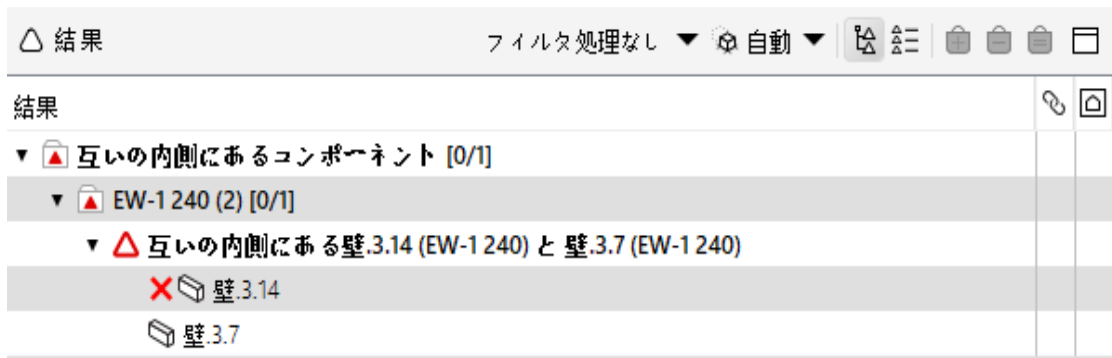

図 66. 案件、干渉のチェック
- ① 確認ビューの中から「意匠コンポーネント間の干渉部分」>「干渉部分 - 同じ種類のコンポーネント」のコンテンツを開きます。
- ② ルールセットのビューから「壁 - 壁の干渉部分」を選択してください。
- ③ 結果ビューでカテゴリーを開き、その中の案件を選択します。建物の左上隅にある2つの壁が表示されます。
- ④ 「壁 3.14(EW-1)および壁 3.7(EW-1)が相互の内側にあります」を選択します。小さな方の壁(壁 3.11)がルールによって、自動的に「除外」としてマークされています。(図 66 を参照)